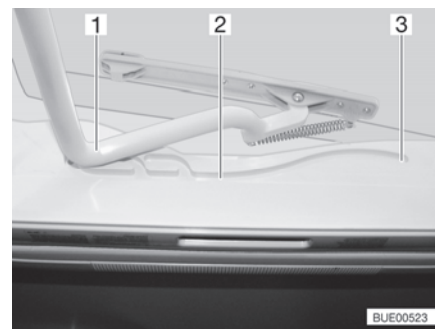

Bild 18 Spår (Heki-taklucka)
- Dra in bygel (Bild 18,1) i spår (Bild 18,2) till den bakersta positionen (Bild 18,3).
- Tryck bygel (Bild 18,1) lätt uppåt med båda händerna.
- Drag bygel till önskad position i spåret (Bild 18,2).